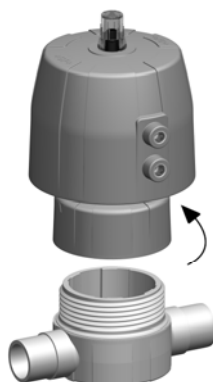

Fig. 13
- Ouvrir l'écrou du boîtier avec une clé de vanne à sangle/outil spécial, voir Fig. 13.